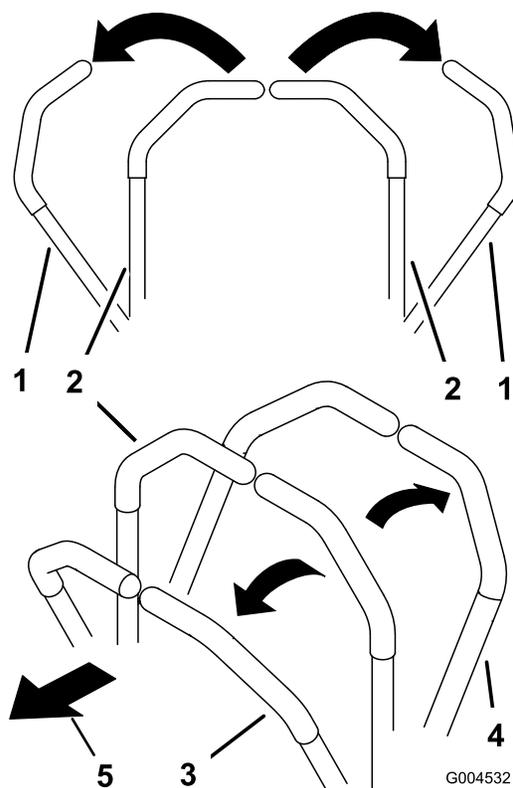

Figura 18
3. Per fare marcia avanti spingete lentamente in avanti le leve di controllo del movimento (Figura 18).
Per spostarvi in linea retta, applicate una pressione identica su entrambe le leve di controllo del movimento (Figura 18).
Per girare, spostate la leva di controllo del movimento verso il folle, nella direzione in cui volete voltare (Figura 18).
2. Per fare marcia indietro tirate lentamente indietro le leve di controllo del movimento (Figura 18).
Per girare, rilasciate la pressione sulla leva di controllo del movimento verso la direzione in cui volete voltare (Figura 18).